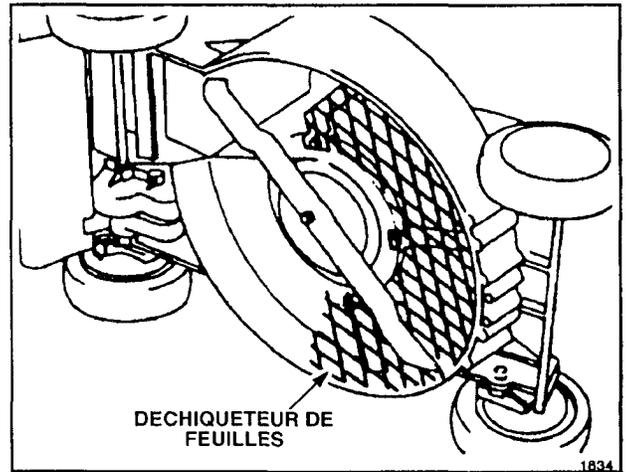

Figure 25
2. **Déchiquteur de feuilles (modèle n°59180)** – Se monte sous la tondeuse en quelques minutes, sans qu'il soit nécessaire d'enlever la lame. Déchiqutte les feuilles en petits morceaux afin de permettre une bonne aspiration dans le sac à herbe et donc un enlèvement pratique (fig. 25).